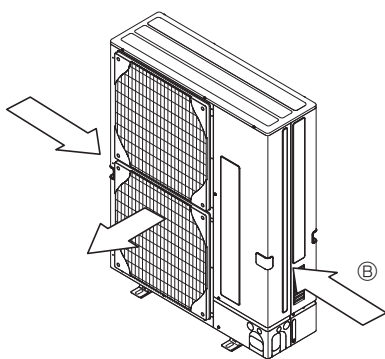

Fig. 2-5
- ③ Εγκαταστήστε τη μονάδα με τρόπο ώστε ο αέρας που βγαίνει από το στόμιο εξαγωγής να φυσά κάτω σε σχέση με την κατεύθυνση του ανέμου, εάν αυτό είναι δυνατό. (Fig. 2-5)